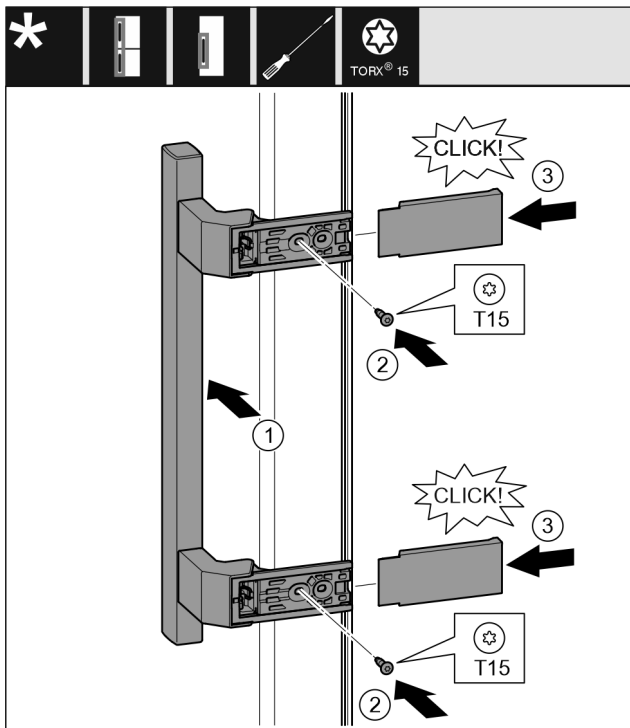

Fig. 12
- ▶ Aplicați și fixați mânerul pe partea opusă. Fig. 12 (1)
- ▶ Înșurubați ferm șuruburile cu șurubelnița T15. Fig. 12 (2)
- ▶ Aplicați lateral și împingeți capacele. Fig. 12 (3)